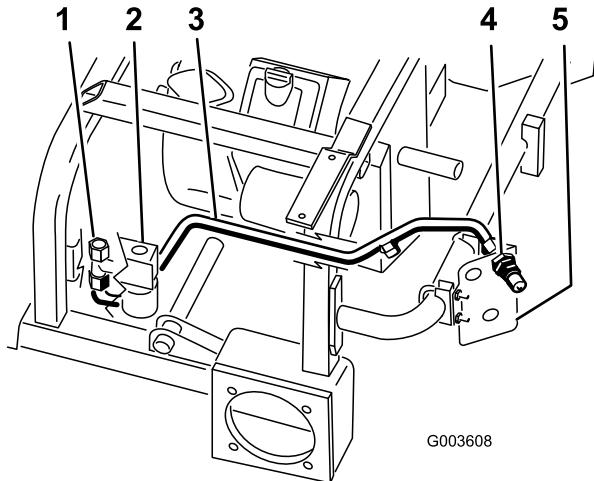

Figure 14
1. Placez la conduite hydraulique n° 1 dans la machine comme montré à la Figure 14.
2. Placez la conduite hydraulique n° 1 sur le raccord en T monté sur le côté de la vanne (Figure 14).
3. Placez la conduite hydraulique n° 1 sur le raccord mâle supérieur (Figure 14).